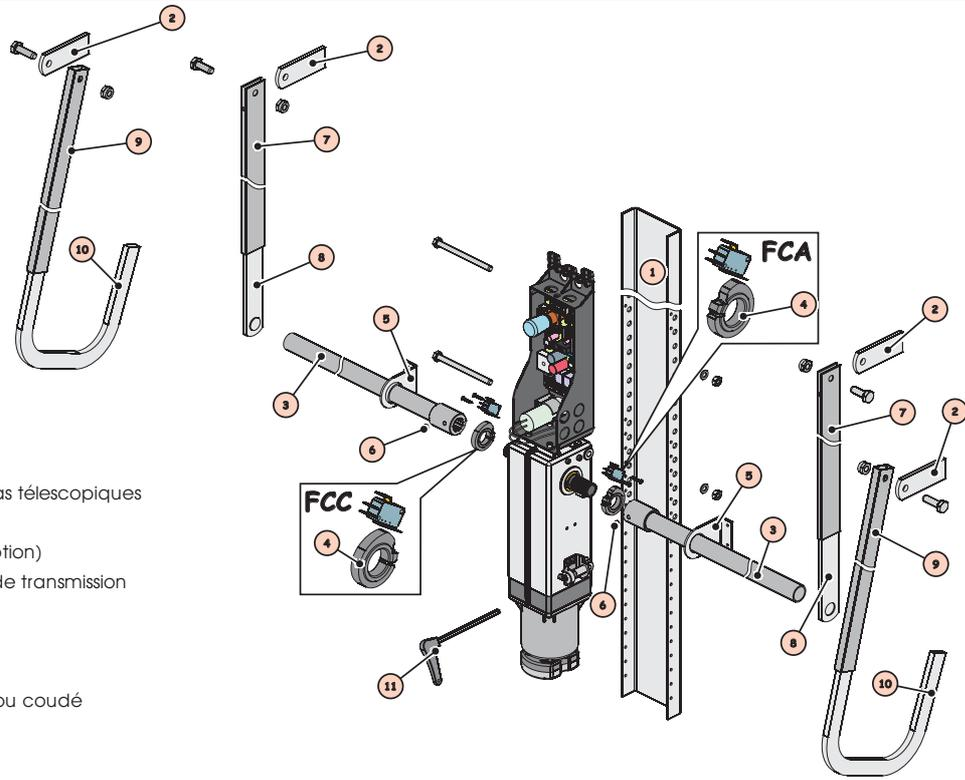

Fig.11
- Fixer le longeron en utilisant la visserie fournie comme indiqué fig. 11.
Fixer les gaines des bras télescopiques aux pattes en utilisant les axes et la visserie fournie comme indiqué fig. 11.
- En cas d'utilisation des arrêts fin de course (option), monter d'abord les cames comme indiqué Fig. 11.
Ouvrir la porte à la hauteur désirée; régler la came jusqu'à l'activation du micro-poussoir **FCA** (fig. 11).
Fermer la porte; régler la came jusqu'à l'activation du micro-poussoir **FCC** (fig. 11).